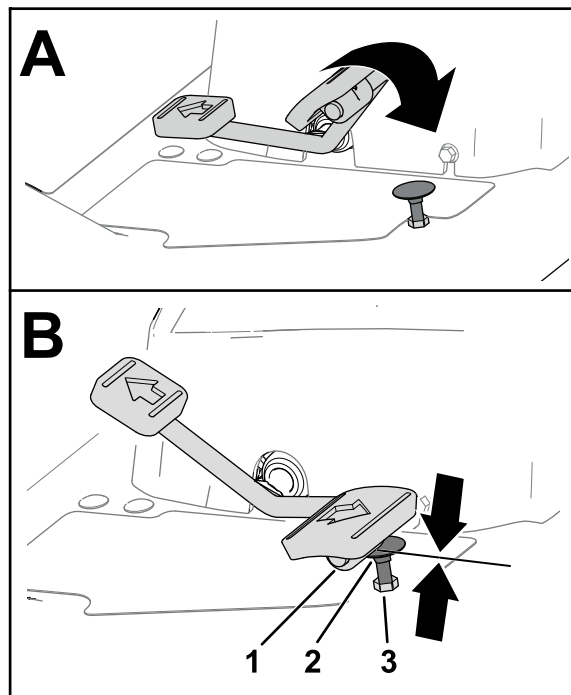
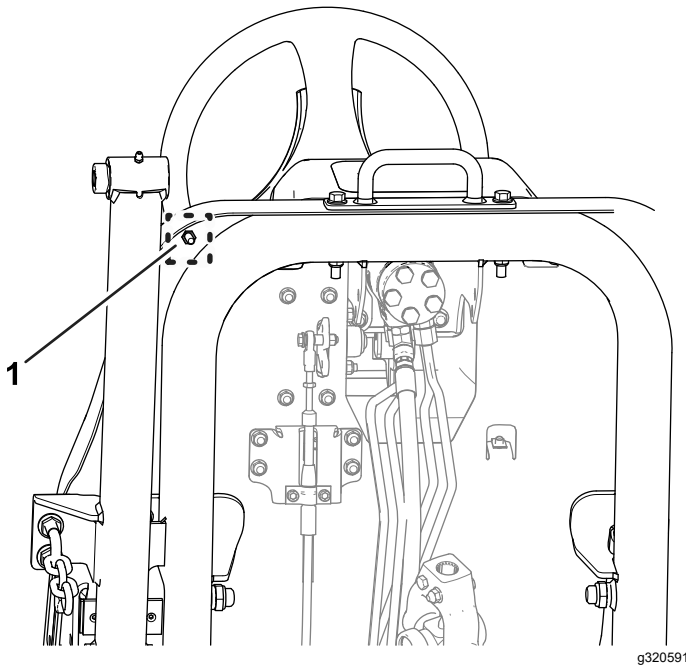

図 76
図 77
1. 走行ペダルを前進一杯に押し込む 図 76。
- A. レンチでペダルストップを押さえる 図 76。
- B. フットレストプレートの底部についているジャムナットをゆるめる 図 77。
- C. 走行ペダルを前進一杯にする図 76。
- D. ペダルストップを押さえておいて、フットレストプレートの上側にあるジャムナット図 76を調整して走行ペダルをストップに接触させる。
- F. ペダルストップを押さえた状態でフットレストプレート底部のジャムナット図 76と図 77を37-45 N·m 3.7-4.6 kg·m = 27-33 ft·lb にトルク締めする。